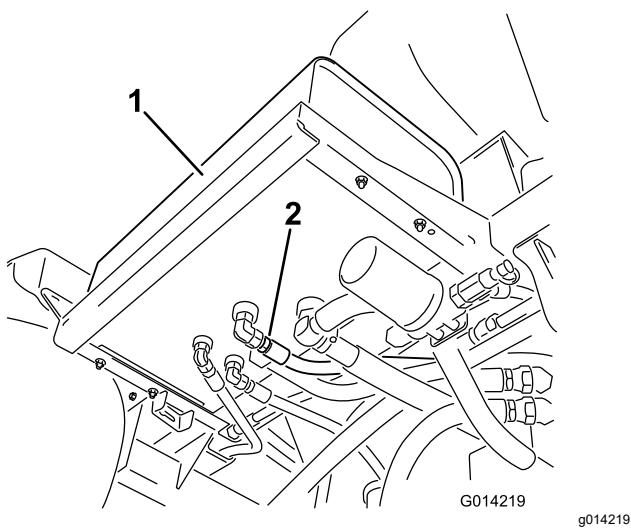

Figura 99
2. Limpe a área em redor da união do tubo hidráulico na parte inferior do depósito de óleo hidráulico (Figura 99).
4. Retire a união da tubagem do depósito, permitindo o escoamento do fluido para o recipiente (Figura 99).